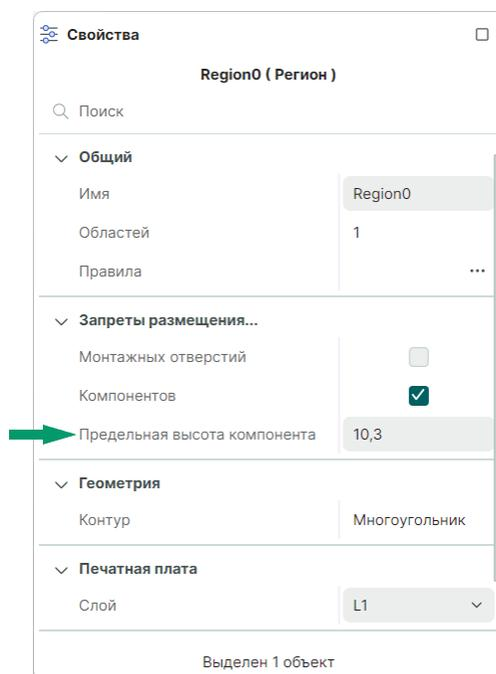

Рис. 189 Предельное значение высоты для компонента в регионе
2. Задайте требуемое значение высоты в текстовом поле «Свойства» → «Запреты размещения...» → «Предельная высота компонента», см. Рис. 189. Значение устанавливается в тех единицах измерения, которые используются в данном проекте.